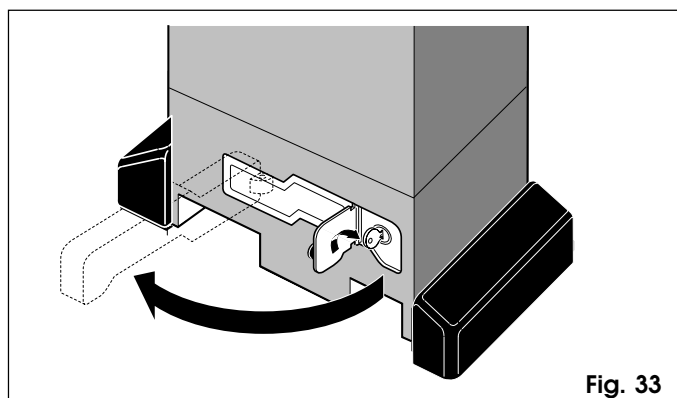

Fig. 33
- 2) Tourner la clé dans le sens des aiguilles d'une montre et tirer le levier de déblocage (Fig. 33).